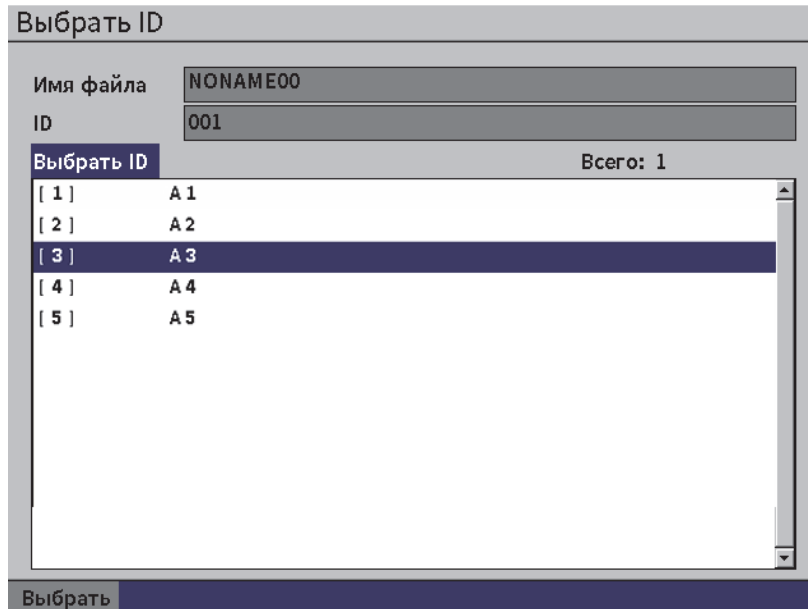

Рис. 9-8 Просмотр всех ID в файле
1. Находясь на странице параметров настройки (см. Рис. 9-7 на стр 134), нажмите клавишу Tab, чтобы выделить кнопку **Выбрать ID**, затем нажмите Enter, чтобы открыть страницу настройки **Выбрать ID** (см. Рис. 9-8 на стр 135).